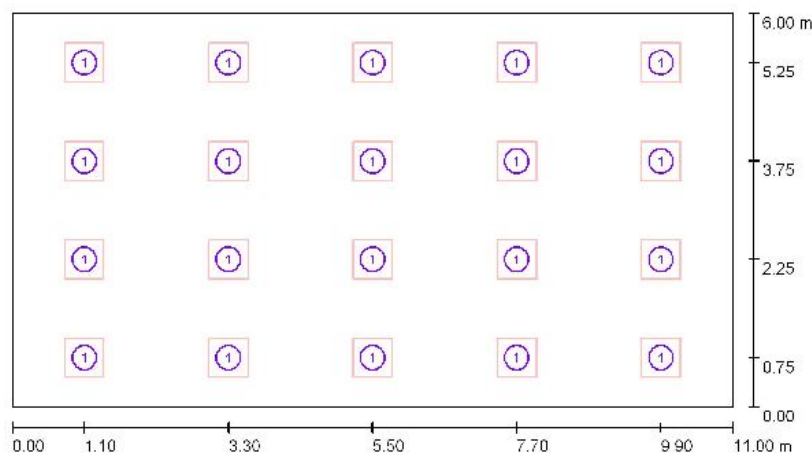

Рис. 4.1
2. Прочтите условия задачи: Дано: Помещение учебного класса 66 м^2 (Рис.4.1), Габариты $11 \times 6 \times 2,8$. Известно, что класс вмещает 30 школьников. Имеет 4 окна. 1 шкаф, 1 тумбу для книг, стол учителя, кресло учителя, одну доску. Необходимо построить 3D-модель отвечающие данным параметрам и произвести расчет электрического освещения в классе.